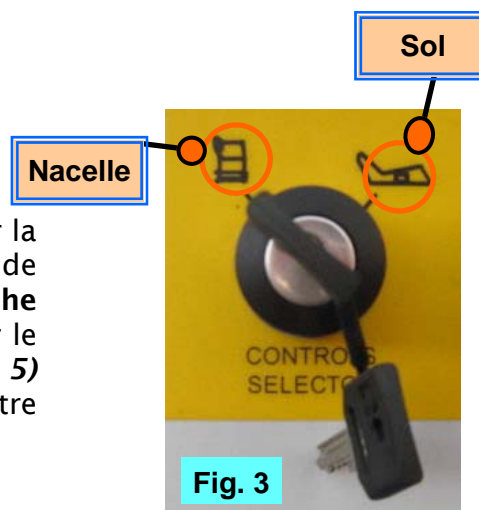
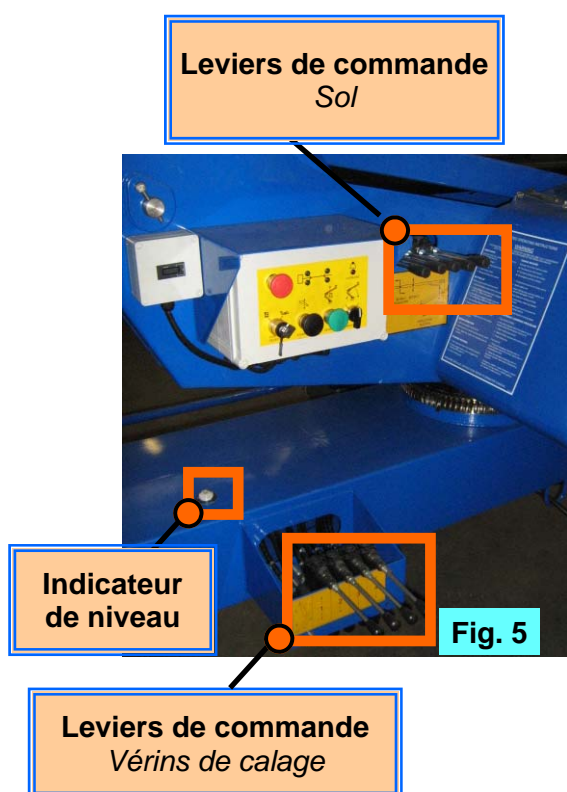

Fig. 3
Fig. 5
3. Avec l'interrupteur à clé de la plate-forme sur la position 'Sol' (Fig 3), abaisser les vérins de calage en maintenant le bouton 'Marche moteur vérins de calage' (Fig 4), actionner le 'levier de contrôle de vérin de calage' (Fig 5) correspondant jusqu'à ce que tous les quatre se trouve à 25 mm à 50 mm du sol.
8. Ensuite, en utilisant l'indicateur de niveau (Fig. 5), lever les vérins de calage opposés jusqu'à ce que la bulle et l'anneau de l'indicateur soient concentriques (autrement dit : la bulle reste au centre).
2. Dans le poste de commande au sol, tourner la clé sur la position 'Nacelle'. (voir Fig. 3)
6. Dans le poste de commande au sol, tourner la clé sur 'sol'. (voir Fig. 3)